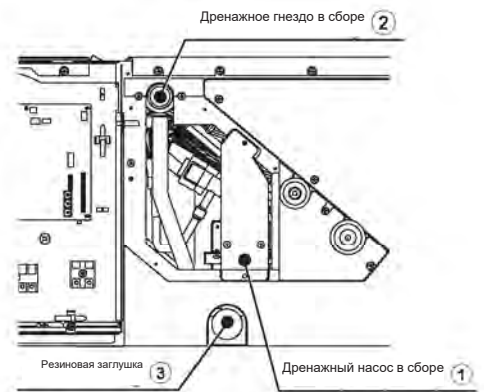

Рис. 3-6
(3) Присоедините сборку дренажного насоса 1 и сборку дренажного гнезда 2, как показано на рис. 3-6, с помощью четырех винтов РТТ 5.
(4) Присоедините резиновую заглушку 3.